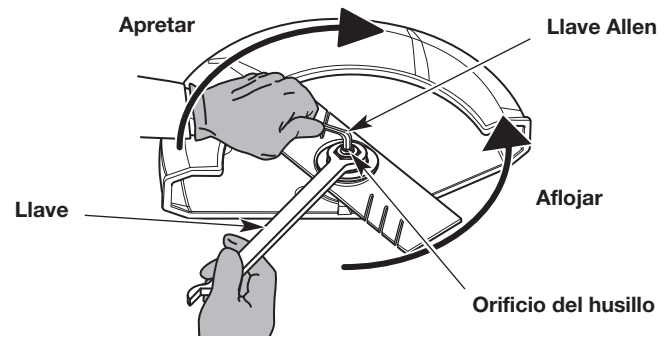

Fig. 13
1. Coloque una llave de 15/16 pulgadas sobre la contratuerca (Fig. 13).
2. Inserte una llave Allen de 5/16 pulgadas en el orificio del husillo (Fig. 13).
3. Mientras sujeta la llave Allen en su lugar, afloje la contratuerca girándola en sentido antihorario con la llave (Fig. 13).
2. Coloque la llave sobre la contratuerca (Fig. 13).
3. Inserte la llave Allen en el orificio del husillo (Fig. 13).
4. Mientras sujeta la llave Allen en su lugar, apriete la contratuerca girándola en sentido horario con la llave (Fig. 13). Cerciórese que la cuchilla de la bordeadora quede plana y centrada en relación con el eje de salida cuando apriete la contratuerca. Apriete la contratuerca hasta que la cuchilla de la bordeadora esté firmemente fijada.